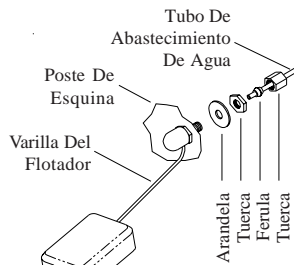

Fig. 7
- **Instale la válvula del flotador.** Instale la válvula en el agujero que se encuentra en el poste de esquina (fig. 7) y conecte el tubo de agua.
- **Llene la bandeja con agua.** Permita que se llene la bandeja con agua hasta una altura de una pulgada por debajo del borde superior de la bandeja y ajuste el flotador para que mantenga este nivel. Esto se puede lograr torciendo la varilla para arriba o para abajo (fig. 7).